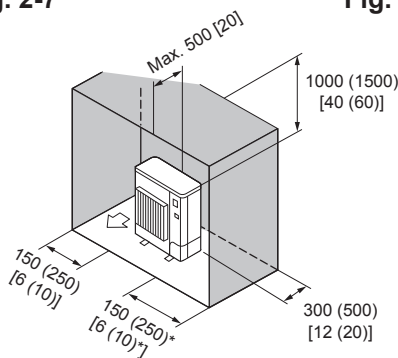

Fig. 2-11
- ⑥ Obstacles uniquement à l'arrière, sur les côtés et au-dessus (Fig. 2-11)